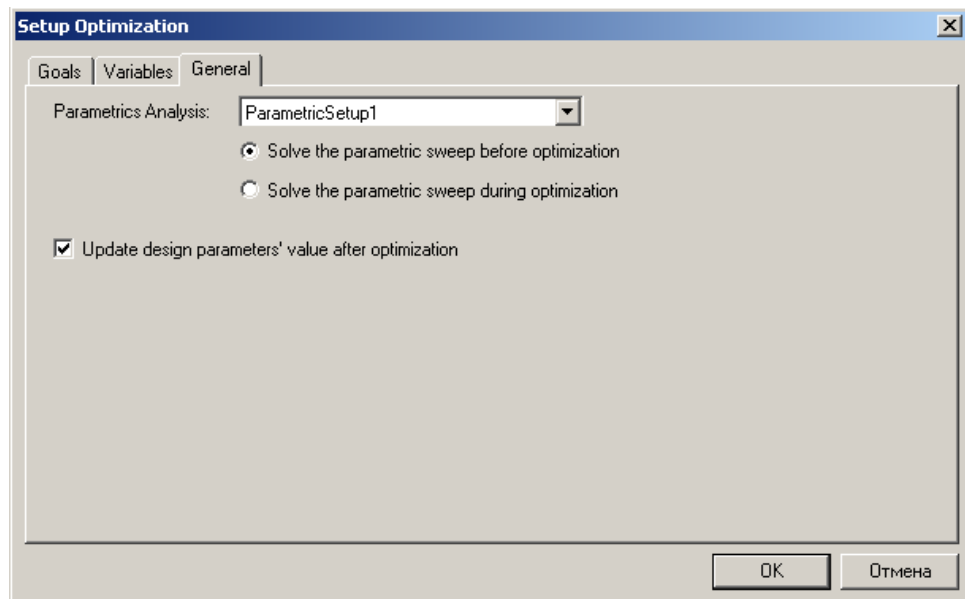

Рис.7.17. Установки оптимизации в закладке General
1. Откройте закладку **General** (рис. 7.17).